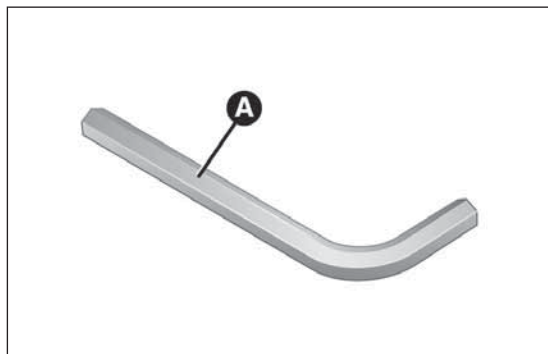

fig. 181
- ☐ utilizar la llave Allen A fig. 181 suministrada de serie;